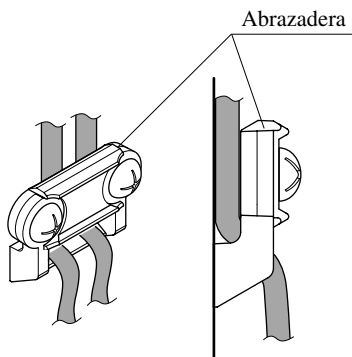

Figura 1
- 2 Haga pasar los cables a través del agujero de la abrazadera y asegúrela con los tornillos (consulte la Figura 1).